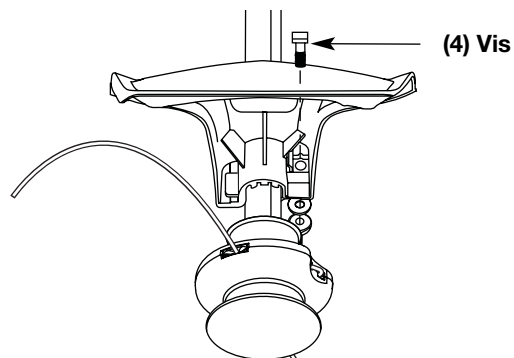

Fig. 3
3. Mettez la rondelle sur le boulon, puis vissez l'écrou à oreilles et serrez. La figure 3 montre le processus d'installation vu d'en dessous de l'appareil.